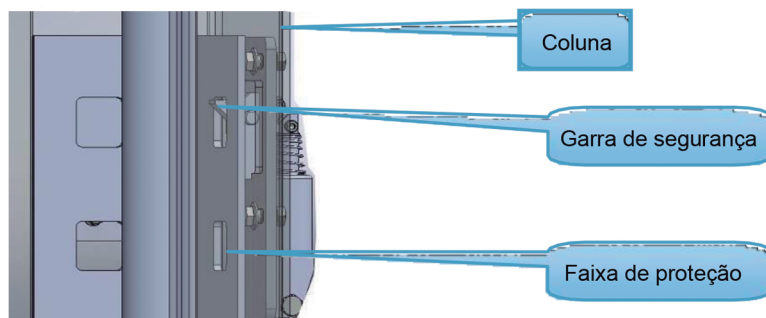

Figura 12
5.2 dispositivos de proteção (figura 12)